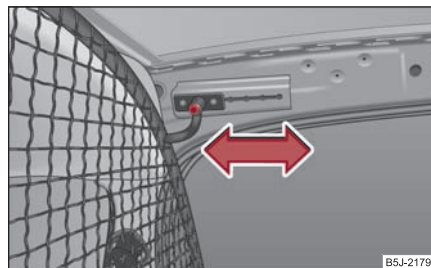
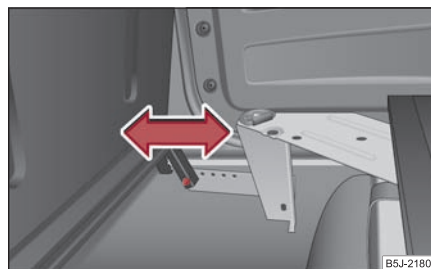

Fig. 221 Appui supérieur du panneau de séparation de sécurité
Fig. 222 Appui inférieur du panneau de séparation de sécurité
- Retirez une vis ⇒ **fig. 221** de chaque côté dans la partie supérieure de la carrosserie et une vis ⇒ **fig. 222** dans la partie inférieure.